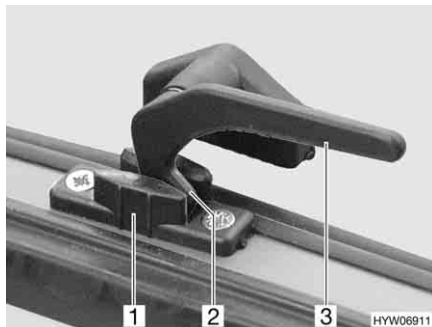

Bild 71 Låsarm i läget "kontinuerlig vädning"
- I läget "kontinuerlig vädning" (Bild 71)
- Sväng låsarmen (Bild 71,3) ett kvarts varv mot fönstrets mitt.
- Sväng låsarmen ett kvarts varv mot fönsterkarmen. Därvid måste låspaken (Bild 71,2) föras in i spåret på fönsterlåset (Bild 71,1).